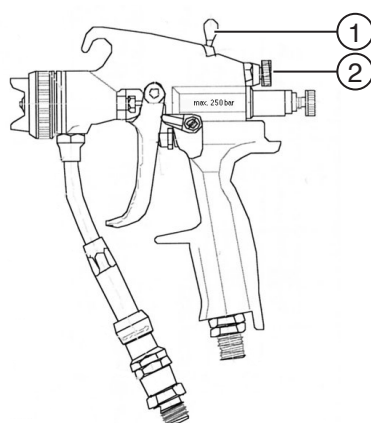

Fig. 25 Regulering af forstøverluft
2. Sluk for tilførslen af forstøverluft til pistolen (se Fig. 25).